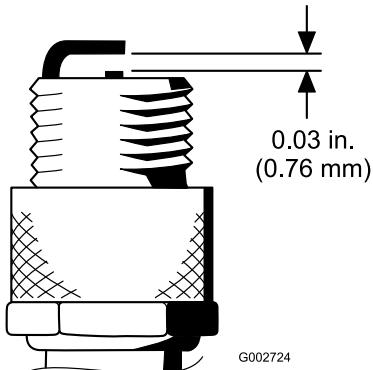

Bild 52
4. Stellen Sie den Abstand zwischen der Mittel und der Masseelektrode auf 0,76 mm ein (Bild 52).